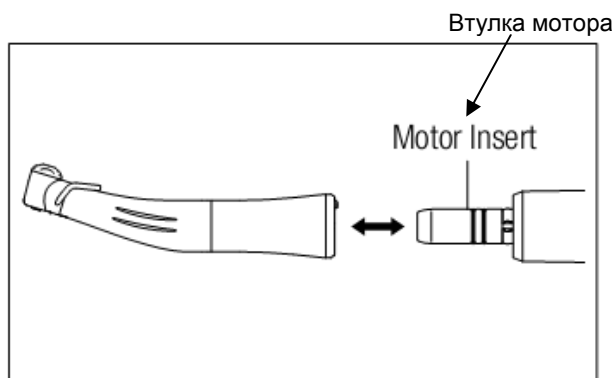

Рис. 3
- Устанавливайте наконечник на мотор до упора и, нажимая на него в направлении мотора, поверните до характерного щелчка (Рис. 3).